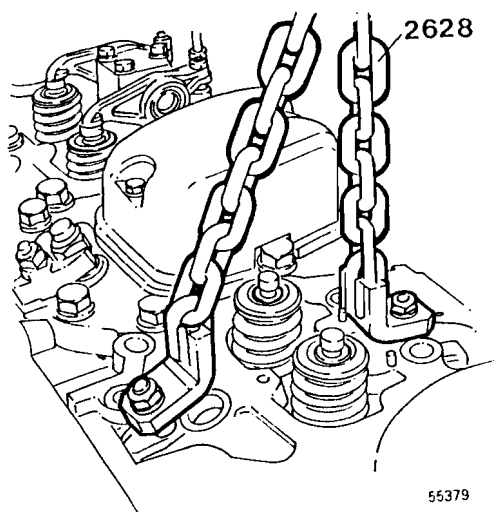

Fig. 44
- 12 Quitar los tornillos de la culata. Quitar la culata utilizando la herramienta 2628, véase la fig. 44.